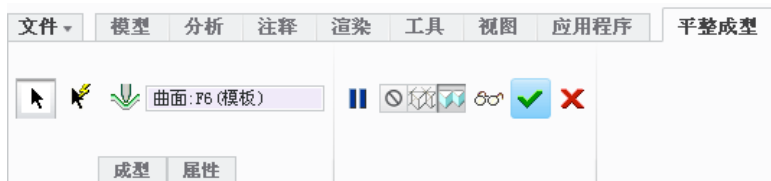

图 11.10.32 “平整成型”操控板
Step2. 单击 **模型** 功能选项卡 **工程** ▾ **区域** 下的 **平整成型** 按钮, 此时系统弹出图 11.10.32 所示的“平整成型”操控板。